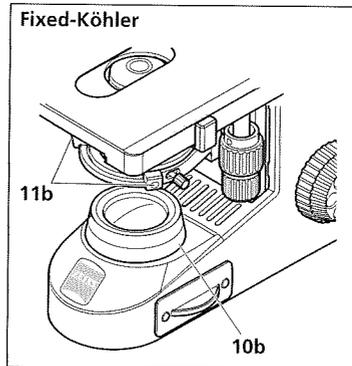
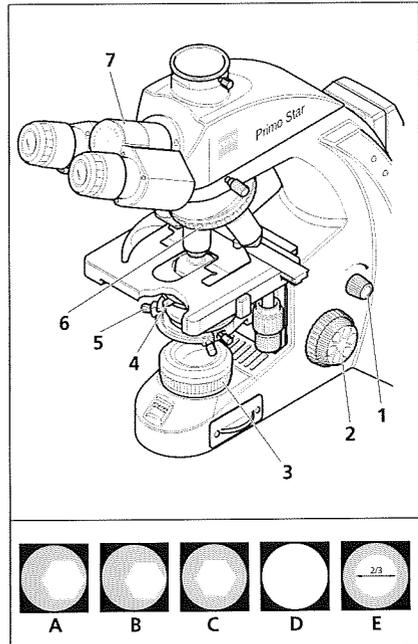

Bild 4 Bedienelemente
Bild 8 Durchlicht-Hellfeld einstellen
- Die Gängigkeit des Grobtriebs (Bild 4/18) ist ab Werk eingestellt und kann bei Bedarf nachgestellt werden.
Legende zu Bild 4:
- Zunächst kontrastreiches Objekt mit Deckglas 0,17 mm nach oben in den Objekthalter des Kreuztisches einlegen. Das Objekt dabei mit dem Federhebel (Bild 4/12) fixieren
- Beleuchtungsintensität mit Drehknopf (Bild 8/1) am Mikroskopstativ einstellen.
- Abbe-Kondensor mit der Rändelschraube zur Höhenverstellung (Bild 4/15) an den oberen Anschlag fahren und Aperturblendenhebel (Bild 4/14) in Mittelstellung bringen.
- Objektiv 10x mit dem Rändelring (Bild 8/6) des Objektivrevolvers in den Strahlengang einschwenken.
- Am binokularen Tubus (Bild 8/7) zunächst in das eine Okular blicken und mit dem Fokussiertrieb (Bild 8/2) auf das Objekt fokussieren.
- Leuchtfeldblende (Bild 8/3) so weit schließen, dass sie im Sehfeld (auch unscharf) sichtbar wird (Bild 8/A).
- Kondensator mit Rändelschraube zur Höhenverstellung (Bild 4/15) so weit verstellen, bis der Leuchtfeldblendenrand hinreichend scharf erscheint (Bild 8/B).
- Leuchtfeldblende mit beiden Zentrierschrauben (Bild 8/5) des Kondensators zentrieren (Bild 8/C) und anschließend so weit öffnen, bis der Blendenrand ausreichend weit aus dem Sehfeld verschwindet (Bild 8/D).
- Zur Aperturblendeneinstellung (Kontrast) ein Okular aus dem Tubusstutzen herausnehmen und mit bloßem Auge in den Stutzen hineinschauen. Aperturblende mit Hebel (Bild 8/4) auf ca. 2/3 ... 4/5 des Durchmessers der Objektivaustrittspupille einstellen (Bild 8/E). Diese Aperturblendeneinstellung bietet in den meisten Anwendungsfällen den besten Kontrast bei fast voller Auflösung und damit für das menschliche Auge den günstigsten Kompromiss.